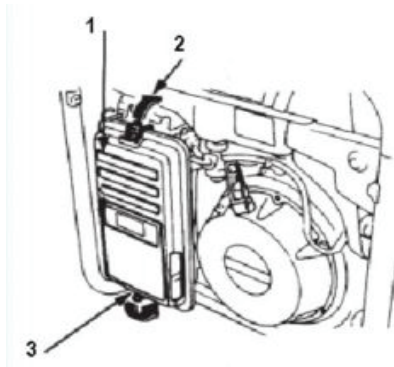
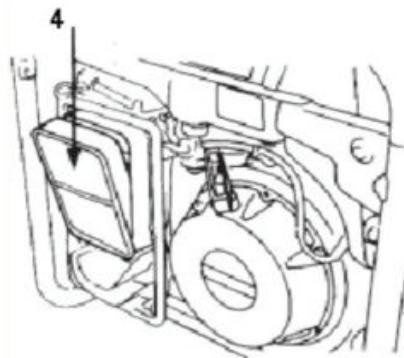

Рис. 5. Снятие воздушного фильтра
Рис. 6. Снятие фильтрующего элемента
8.7.1. Отстегнуть зажимы (2, 3) крышки воздушного фильтра (1), см. рис. 5, снять крышку и достать фильтрующий элемент (4), см. рис. 6.